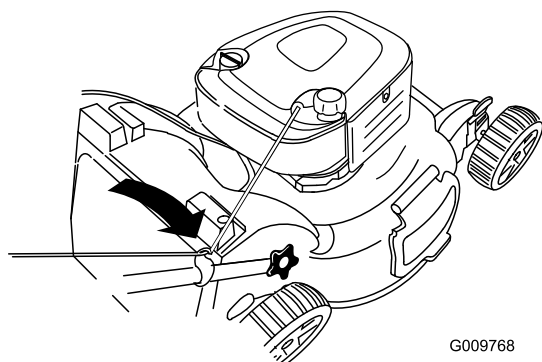

Bild 30
2. Verlegen Sie das Starterkabel um die untere Kabelführung (Bild 30).